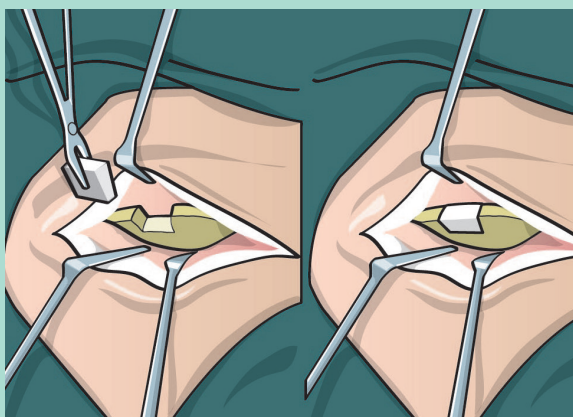

Fig. 4a
- 1. b.Bone** deve essere impiantato saldamente all'interno della cavità ossea o del difetto osseo, a diretto contatto con i lembi ossei (Fig.4a), (per maggiori dettagli riferirsi al paragrafo 3.1.1) :